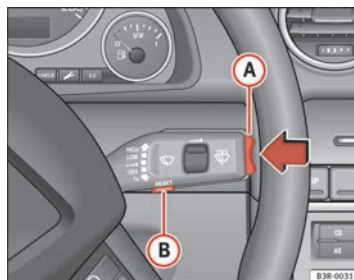

Fig. 60 Leva dei tergicristalli Comandi del computer di bordo
Premendo il tasto Reset **B** ⇒ pag. 90, fig. 60 si può passare dalle funzioni del computer di bordo 1 a quelle del computer di bordo 2 e viceversa.
Premendo brevemente il selettore delle funzioni o il tasto **Reset** ⇒ **fig. 60** si disattiva l'avvertimento del tempo di guida.
- Premere la parte superiore o la parte inferiore del selettore **(A)** ⇒ **fig. 60**). Sul display del computer di bordo vengono visualizzate, in successione, le funzioni relative al livello impostato.